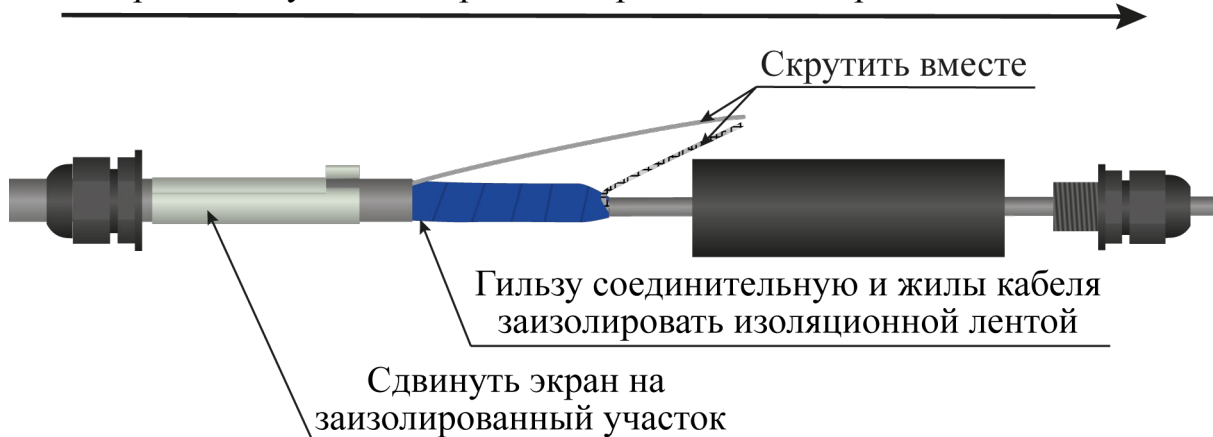

Рисунок 4.26
– гильзу соединительную и жилы кабеля ТППЭп заизолировать изоляционной лентой (рисунок 4.26);
– экранный проводник кабеля ТППЭп направить вдоль гильзы и скрутить с экраном кабеля РК (рисунок 4.26);
– сдвинуть экран муфты переходной на место соединения кабеля ТППЭп и кабеля РК (рисунок 4.26);